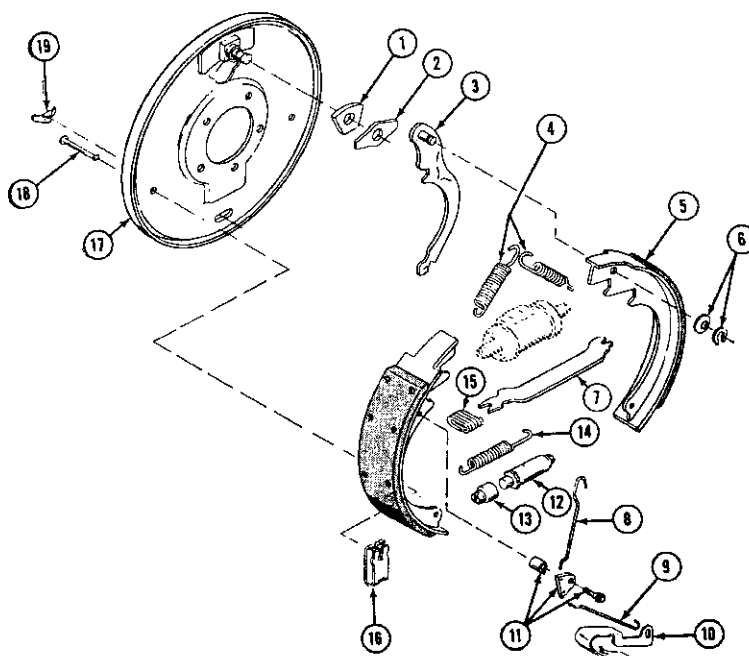

FIG. P-11—REAR WHEEL BRAKE WITH HAND BRAKE
- Refer to Fig. P-11.
Refer to Fig. P-11.